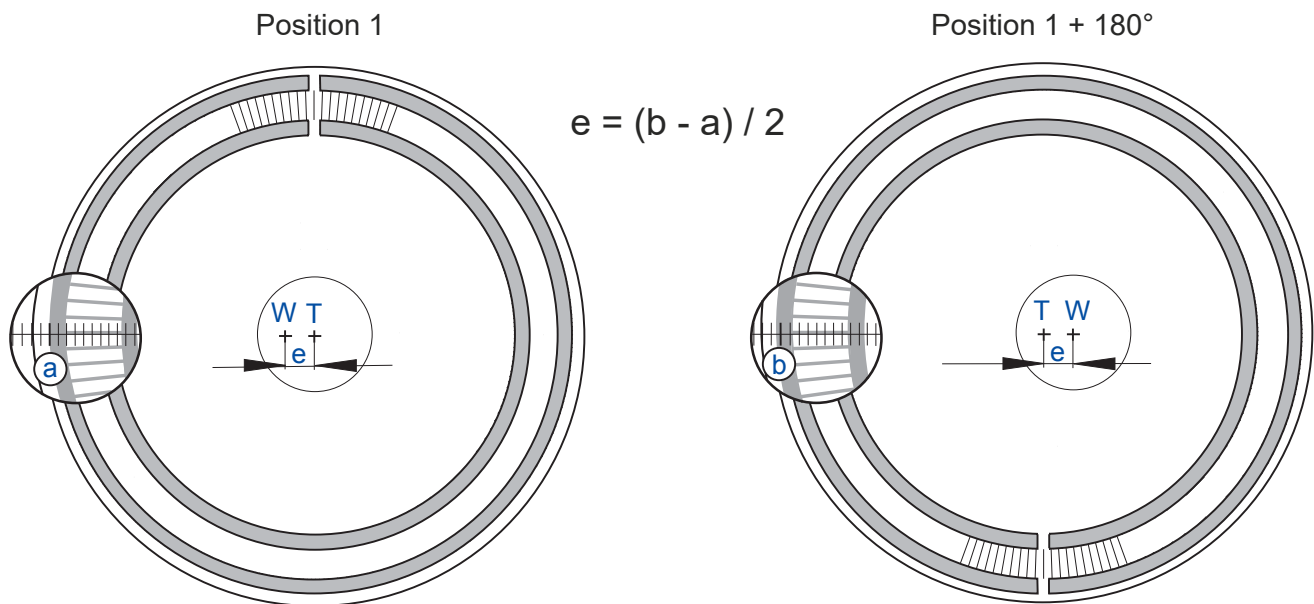

Abbildung 17
- 5 Fokussieren Sie nun mit dem Justiermikroskop den Rand des Teilkreises. Lassen Sie den Teilkreis rotieren und ermitteln Sie die Orte der minimalen Abweichung **a** sowie der maximalen Abweichung **b** im Rundlauf (siehe Abbildung 17).